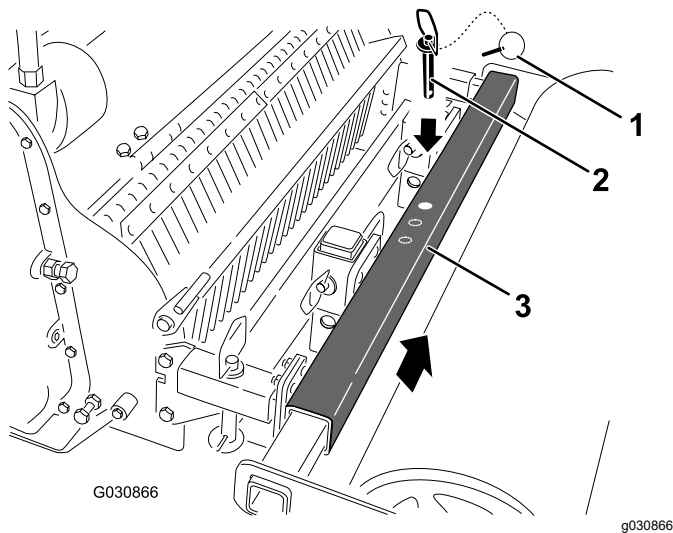

Figura 8
3. Îndepărtați tiftul de asamblare (Figura 8).
4. Glisai rola în poziia dorită (Figura 8).